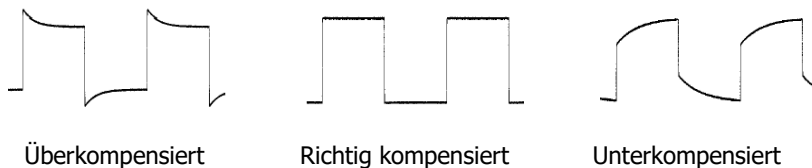

Bild 1-8 Tastkopfkompensation
2. Vergleichen Sie die angezeigte Signalform mit den Darstellungen im Bild 1-8.
3. Verwenden Sie zur Kompensationseinstellung (Abgleichöffnung im Tastkopf) einen nichtmetallischen Schraubendreher. Bei richtiger Kompensationseinstellung wird ein einwandfreies Rechtecksignal (siehe Bild 1-8 Mitte) auf dem Bildschirm dargestellt.